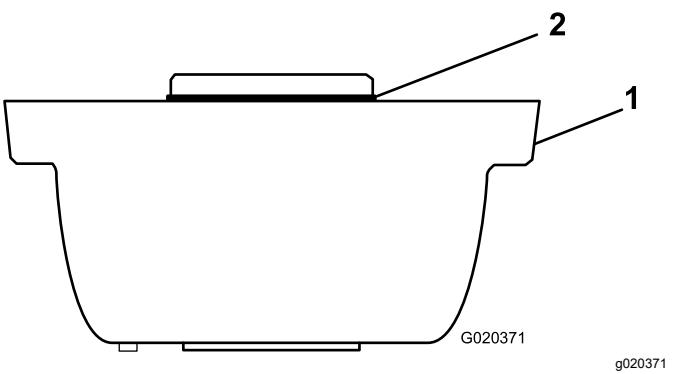

Figure 3
1. Enduez le joint torique d'une mince couche de graisse et mettez-le en place sur le carter de la brosse de rouleau (Figure 3).